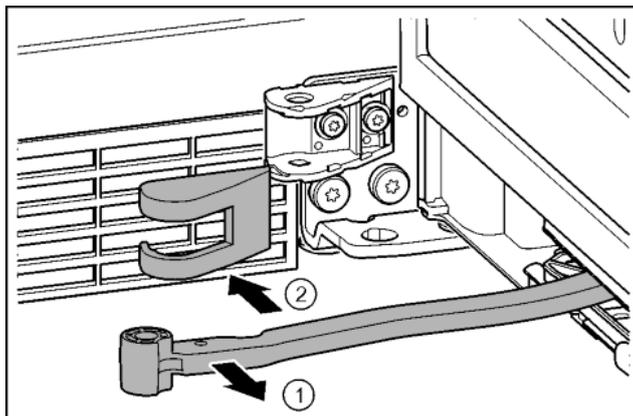

Fig. 19
- ▶ Okrenite zglob u smjeru vrata. Fig. 19 (1)
- ▶ Skinite pokrov podloška ležaja. Fig. 19 (2)